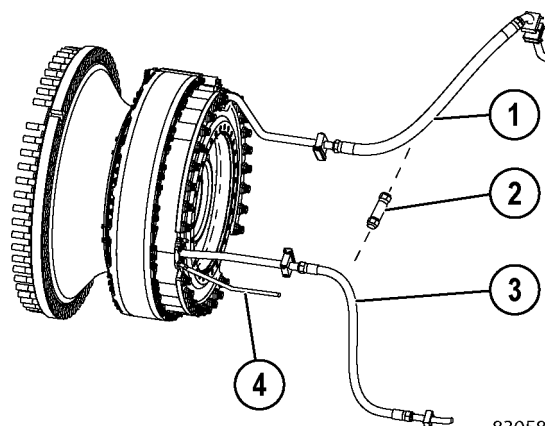

FIGURA 10-7. LÍNEAS DE FRENOS DE LAS RUEDAS DELANTERAS
11. En el conjunto de freno delantero izquierdo, conecte las mangueras de enfriamiento (1 y 3, Figura 10-7) usando el adaptador (2). Tape los acoples abiertos del conjunto de frenos. En el conjunto de frenos delantero derecho, conecte las dos mangueras usando otro adaptador. Tape los acoples abiertos del conjunto de frenos.